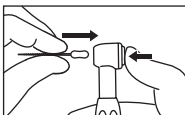

Fig. 2
- Introduceți mânerul instrumentului în mandrină (Fig. 2) și eliberați butonul.